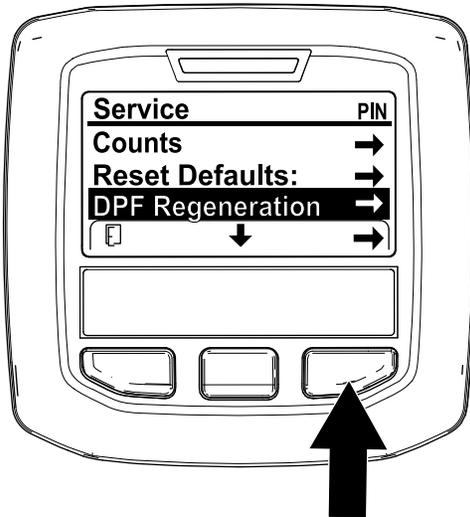

Figura 53
1. Vaya al menú Mantenimiento, y pulse el botón central para desplazarse hacia abajo a la opción REGENERACIÓN DEL DPF (Figura 53).
2. Pulse el botón derecho para seleccionar la opción Regeneración del DPF (Figura 53).